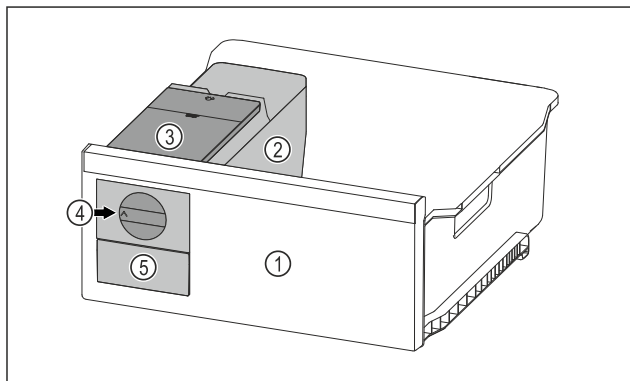

Fig. 122 Примерное изображение
- ▶ Поверните поворотную кнопку *Fig. 122 (4)* по часовой стрелке до упора.
- ▶ Кубики льда упадут из ванночки для кубиков льда в выдвижной ящик для кубиков льда *Fig. 122 (5)*.